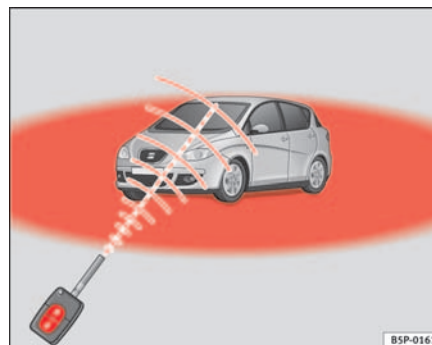

Abb. 65 Wirkungs-
- Die Funkfernbedienung funktioniert nur, wenn Sie sich im Wirkungsbereich befinden ⇒ Seite 103, Abb. 65 (rote Fläche).